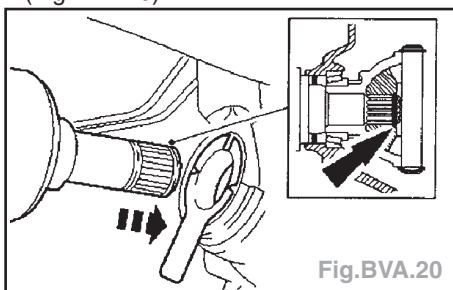

Fig.BVA.20
- Fixer l'arbre de roue avant gauche (Fig.BVA.20).